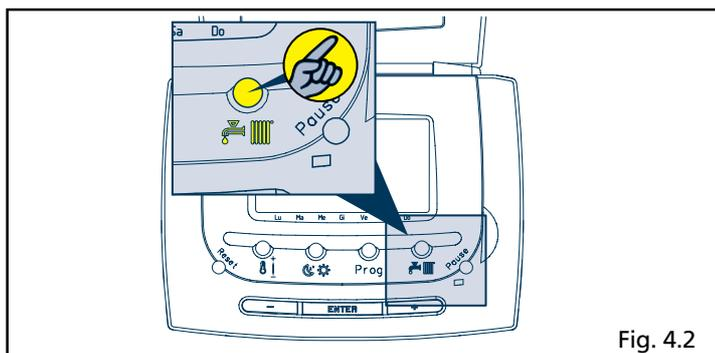
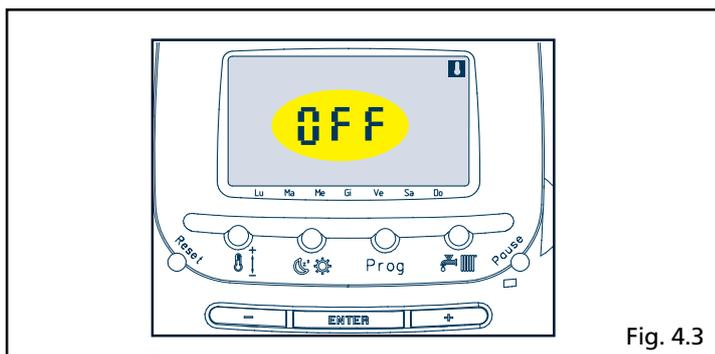

Fig. 4.2
Fig. 4.3
- premere il tasto estate-inverno (simbolo di un sole e una neve) sul pannello comandi a distanza (fig. 4.2). Premendo una volta il tasto (simbolo di un sole e una neve) si passa dalla funzione **OFF** (fig. 4.3) alla funzione estate (simbolo di un sole) (fig. 4.4)
Premendo una seconda volta il tasto  si passa alla funzione inverno (fig. 4.2)